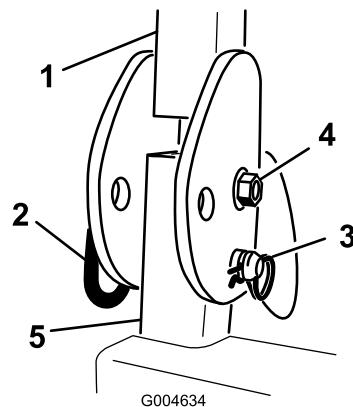

Bild 91
49. Setzen Sie die Schraube, den Splint und den Stift ein, mit denen jeder Überrollschutz an den Überrollschutzstreben befestigt ist (Bild 91).